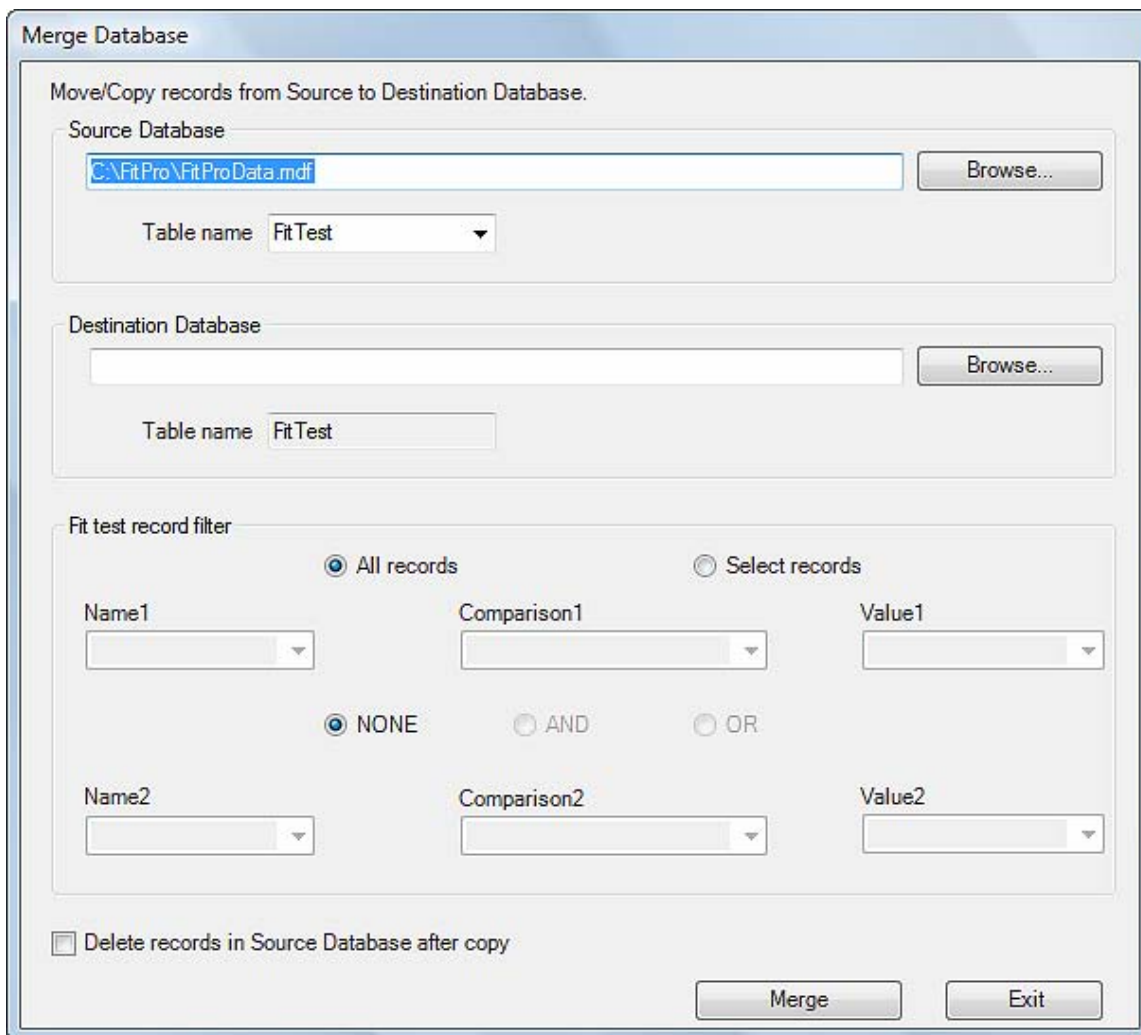

Ilustración 30. Cuadro de diálogo Merge Database (Combinar base de datos)
1. Seleccione **Database | Utilities | Merge** (Base de datos | Utilidades | Combinar). Aparecerá el cuadro de diálogo Merge Database (Combinar base de datos) (Ilustración 30).